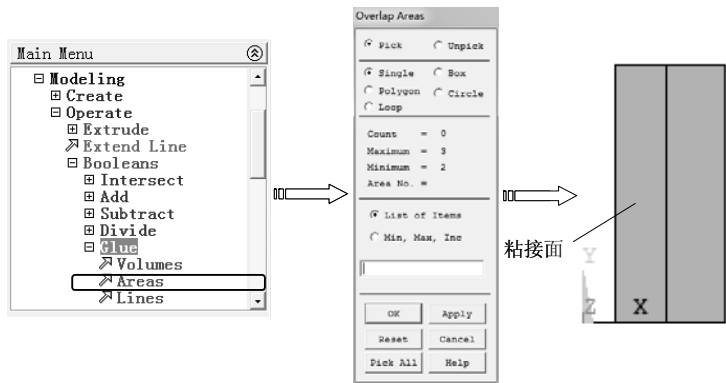

图 8-58 粘接运算
3) 选择“Main Menu>Preprocessor>Modeling>Operate>Booleans>Glue>Areas”命令，弹出“Glue Areas”对话框，单击“Pick All”按钮选择所有面，单击“OK”按钮完成粘接运算，如图 8-58 所示。